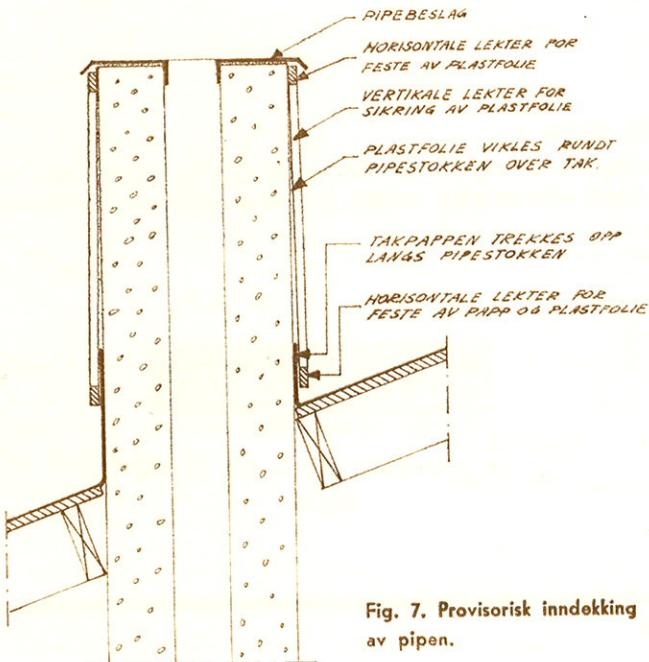

Fig. 7. Provisorisk inndecking
**Provisorisk dekking av pipe over tak.** Pipen over tak skal pusses (kosterappes) og beslås i overgangen mellom pipe og tak umiddelbart etter montasjen. Hvis dette på grunn av kulde eller andre forhold er vanskelig å få gjort, sikres pipen provisorisk på følgende måte (fig. 7).